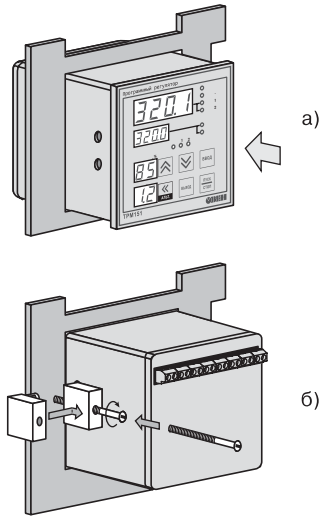

Рис. 14. Установка прибора щитового крепления
1. Вставьте прибор в специально подготовленное отверстие на лицевой панели щита (см. прил. А и рис. 14, а).
2. Вставьте фиксаторы из комплекта поставки в отверстия на боковых стенках прибора (рис. 14, б).